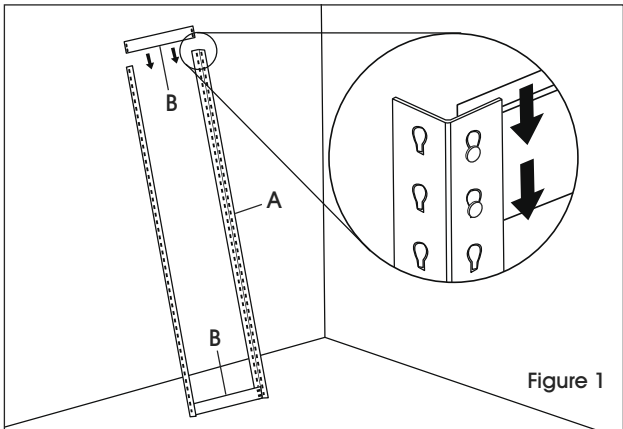

Figure 1
1. Connect two upright posts (A) by inserting a side support (B) at the bottom and top of the posts. (See Figure 1)
2. Repeat step one for the other two upright posts (A).
1. Reliez deux montants verticaux (A) en insérant un support latéral (B) sur le haut et le bas des montants. (Voir Figure 1)
2. Répétez la première étape pour les deux autres montants verticaux (A).